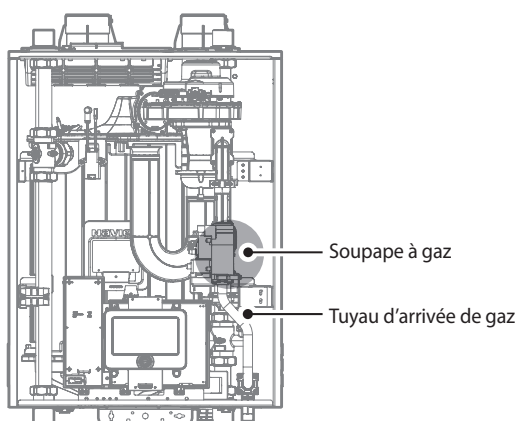

Figure 2. Composants internes des modèles NFB
4. Une fois les composants internes visibles, repérez le conduit d'arrivée du gaz et la soupape à gaz, comme illustré à la figure 2.